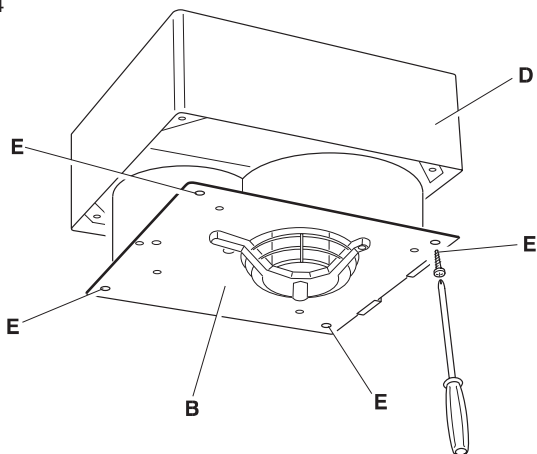
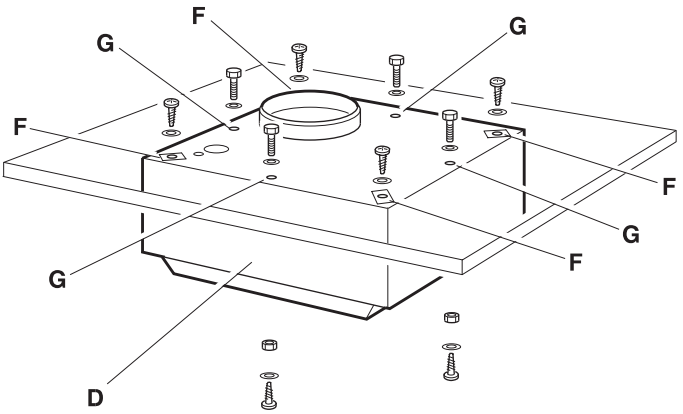

Fig. 5
Fig. 6
- 3) Per il fissaggio dell'involucro (D) al pensile si può procedere in 3 modi (Fig. 5).
- Tipo a)** Eseguire n° 4 fori Ø 5 max nel cielo del pensile, in corrispondenza dei fori (F), dell'involucro (D) e bloccare lo stesso, con le 4 viti autofilettanti e le 4 rosette in dotazione.
- Tipo b)** Eseguire N° 4 Ø 5 max nel cielo del pensile in corrispondenza dei fori (G) dell'involucro (D) e bloccare lo stesso con le 4 viti M4 x 35, i 4 dadi e le 4 rosette in dotazione.
- Tipo c)** Infilare le 4 viti autofilettanti in dotazione nei fori (G) dell'involucro (D), e avvitare a fondo nel cielo del pensile.
- a) sfondare il diaframma pretranciato (L) sul lato della fascia che meglio interessa. Inserire il gommino in dotazione nel foro prodotto e introdurre il cavo di alimentazione (Fig. 6).